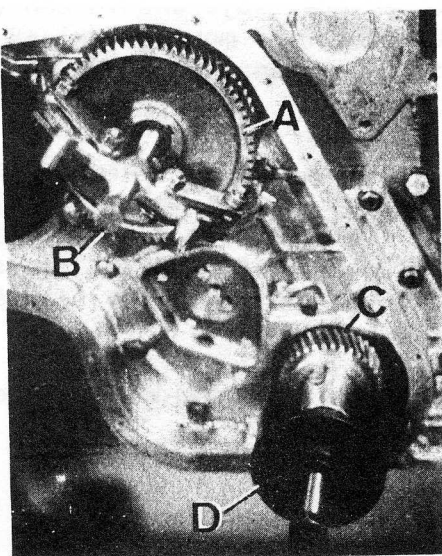

Fig. A3-68 Desmontaje de los engranajes de la distribución
- 1.9. Desmontar el tornillo que fija el engranaje, A (Fig. A3-68) del árbol de levas, y extraer dicho engranaje, por medio de un extractor universal, B.
- 1.10. Extraer el engranaje del cigueñal, C (Fig. A3-68), por medio del extractor especial, D, habiendo retirado previamente, el deflector de aceite.